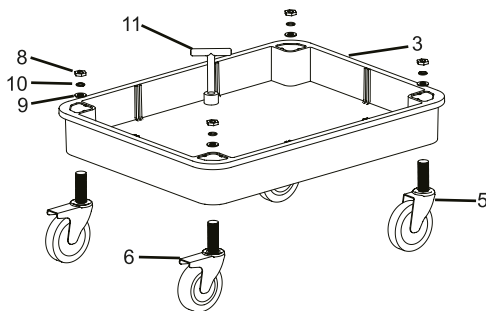

Fig. 1 - Montagem dos rodízios na bandeja inferior
a) Inicie a montagem fixando os rodízios na bandeja inferior (Fig. 1). Utilize a chave de montagem (11) para apertar as porcas (8) juntamente com as arruelas lisas (9) e do tipo mola (10) na sequência correta.